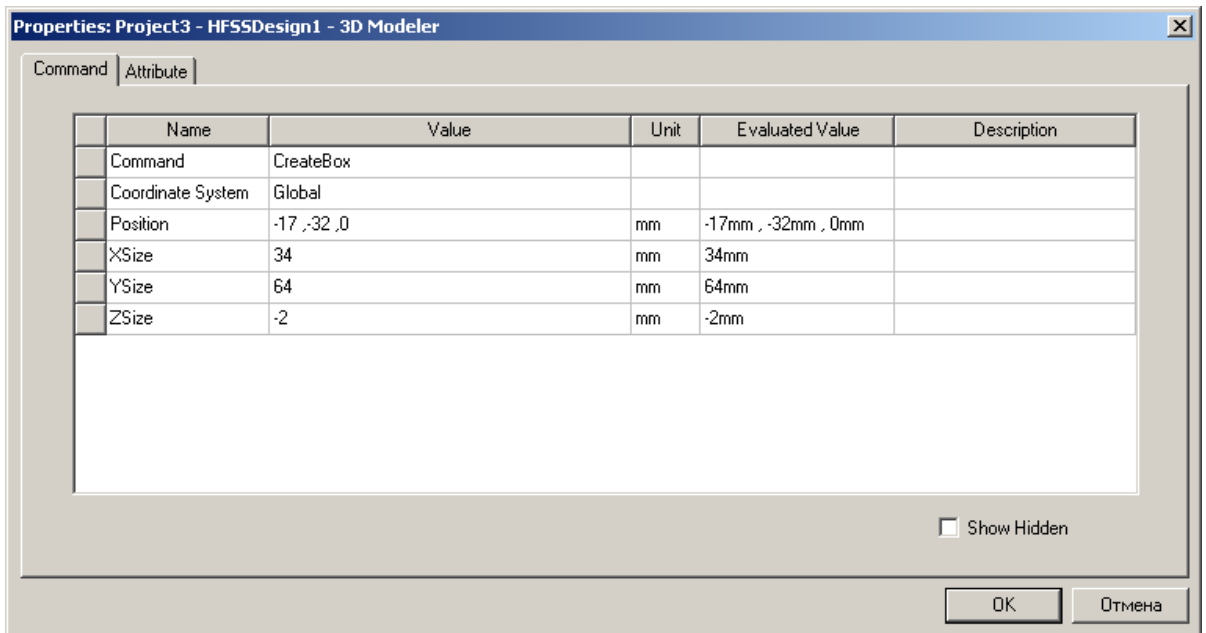

Рис. 9.6. Диалог редактирования геометрических параметров подложки
4. Имя и параметры черчения устанавливаются в закладке **Attribute** в диалоге **Properties** (рис. 9.6).